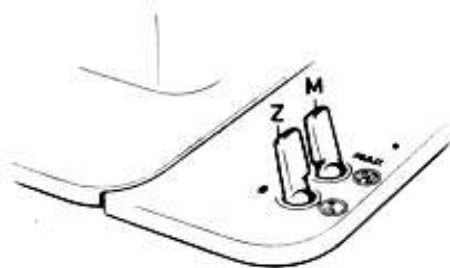

Fig. 19a
- Push switch « Z » (Fig. 19a) towards the right into position « L ».